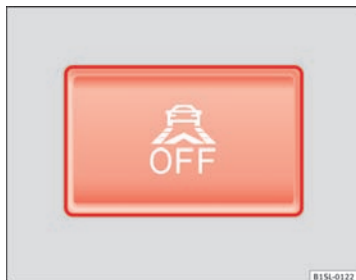

Fig. 94 I den nederste del af midterkonsollen: knap til City Safety Assist
- Tryk på knappen → Fig. 94 i midterkonsollen.